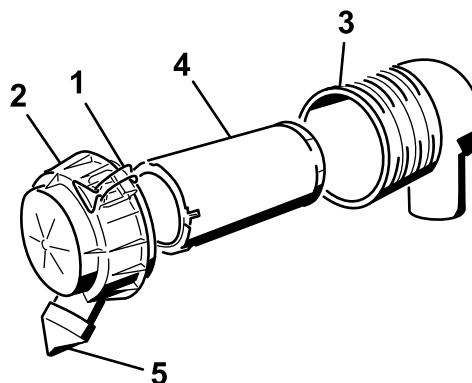

Figura 26
3. Rilasciate i dispositivi di fermo del filtro dell'aria e togliete il coperchio dal corpo del filtro (Figura 26).
6. Estraeate con cautela il filtro dal corpo del filtro dell'aria (Figura 26).
8. Montate il filtro con attenzione (Figura 26).
9. Montate la copertura del filtro dell'aria con il coperchietto antipolvere orientato verso il basso e fissate i fermi (Figura 26).